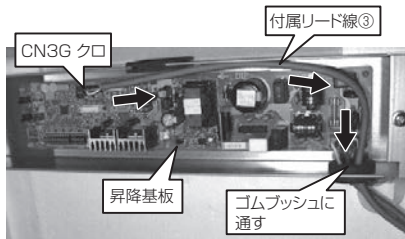

図3-4
- 1) 付属リード線③を昇降基板のCN3G(クロ)に差込み、電源配線を通してあるゴムブッシュに通してください。(図3-4)
- 2) 付属リード線③を昇降基板のCN3G(クロ)に差込み、電源配線を通してあるゴムブッシュに通してください。(図3-4)